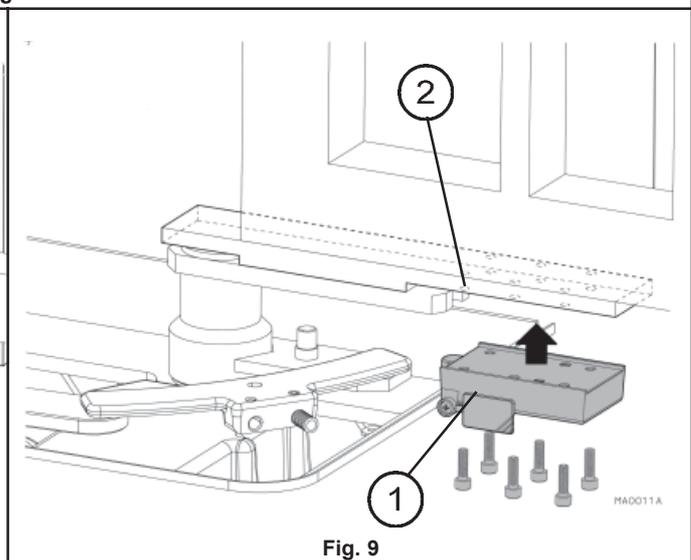

Fig. 9
- Montare lo sblocco manuale (1 fig. 9) fissandolo alla leva di supporto (2 fig. 9) con le sei viti in dotazione allo sblocco.
- Install the manual release (1 fig. 9) by fixing it to the support lever (2 fig. 9) with the six screws provided with the release.
- Montieren Sie die manuelle Entriegelung (1 Abb. 9), indem Sie diese am Entriegelungshebel (2 Abb. 9) mit den mit der Vorrichtung mitgelieferten Schrauben befestigen.